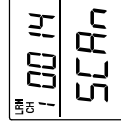

Bild 19
5. Wird eine neue Datenfunk-Steckdose erkannt, so zeigt der LCD-Bildschirm in der oberen Zeile die ID-Nummer der Datenfunk-Steckdose und in der unteren Zeile den Schifffzug "SCAN" (Bild 19).